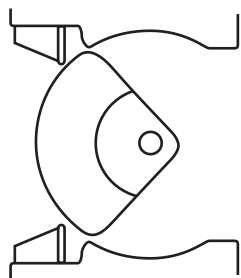

Figura 4. Válvula rotativa de segmento esférico em V.
- > **Tipo de válvula e razões para a escolha:** Na válvula rotativa de segmento esférico em V (Figura 4), o corpo tem uma cavidade interna esférica que alberga um obturador em forma de esfera (daí o seu nome). A esfera tem um corte adequado (normalmente em V) que define a curva característica da válvula, e roda transversalmente quando acionada por um servomotor exterior. O fecho estanque consegue-se com um aro de teflon incorporado no corpo contra o qual assenta a esfera quando a válvula está fechada. Na posição de abertura total, o tamanho da válvula equivale aproximadamente a 75% do tamanho dos tubos.